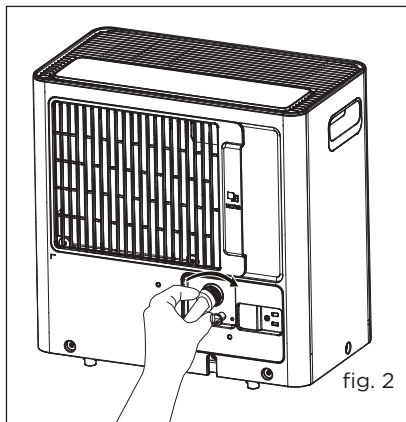

fig. 2
d. Atornille la manguera de jardín en la pate roscada del conector de drenaje. (fig.2)